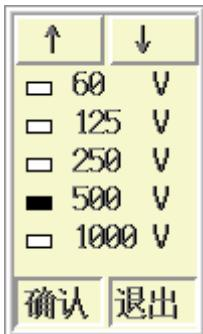

图 3.9 选择发射电压
操作：可以直接用③、④键来修改，也可以按确认键调出发射电压选择界面（如图 3.9 所示）进行选择。